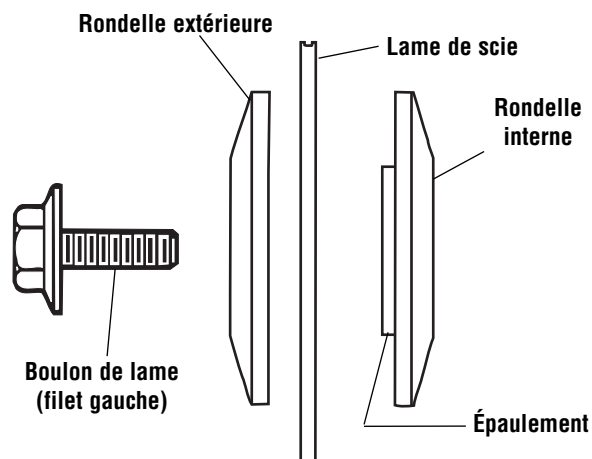

Figure 2. Ferrures de lame
5. Enlevez le boulon de lame, la rondelle extérieure et la lame. N'enlevez pas la rondelle interne (Figure 2).
6. Pour installer la lame de 12 po, ajustez-la entre les déflecteurs de copeaux puis montez-la sur l'arbre et enfin sur l'épaule de 1 po de la rondelle interne (Figure 2).